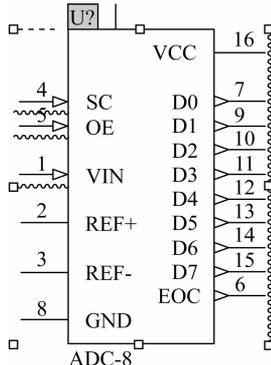

图 4-106 高亮显示元件编号文本
(2) 单击已选中元件的编号文本，使其变为高亮状态，如图 4-106 所示，然后输入新的元件编号，修改完毕后在任意位置单击鼠标确认。